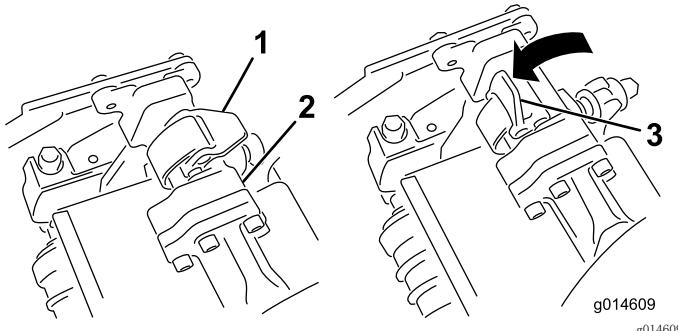
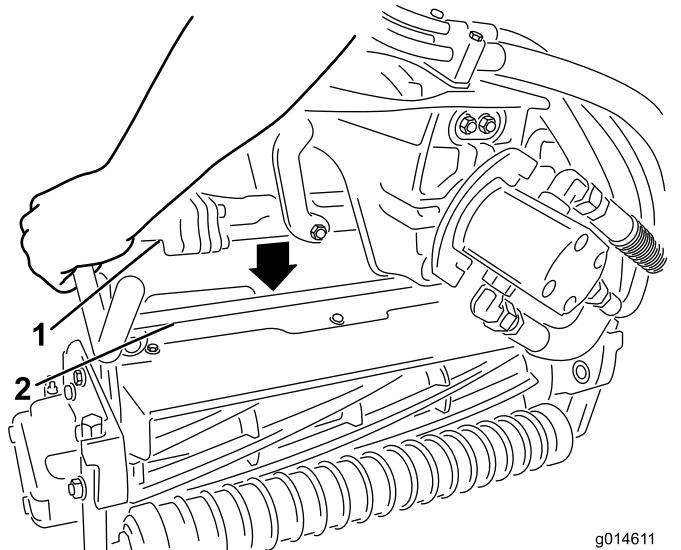

图11
图12
5. 当悬挂臂杆上的闩锁指向上方（即打开）时（图11），向下压悬挂臂，使悬挂臂杆与滚刀组上方的支架相契合（图12）。
6. 向下并绕着滚刀组横杆关闭闩锁，将它们锁定到位（图11）。